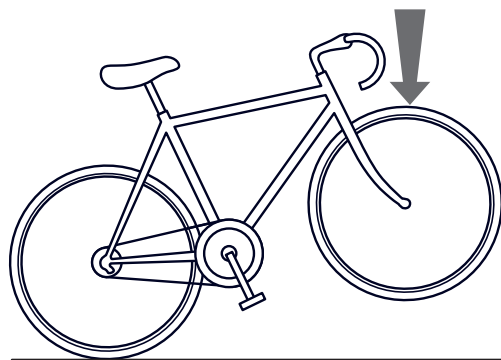

Fig. 22
- Una valutazione approssimativa del corretto bloccaggio della ruota può essere effettuata col seguente controllo: sollevate la ruota anteriore alzando la bicicletta per il manubrio (Fig. 22) e date dei colpi secchi dall'alto verso il basso sulla ruota verificando che essa rimanga saldamente in posizione.